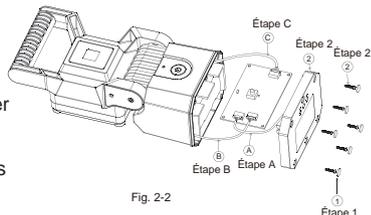
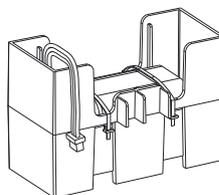

Fig. 2-2
Fig. 2-3
- Retirez les six patins en caoutchouc du couvercle du boîtier. (Reportez-vous à la fig. 2-2, étape 1)
- Retirez six vis et ensuite le couvercle du boîtier. (Reportez-vous à la fig. 2-2, étape 2)
- Débranchez la connexion de la batterie (reportez-vous à la fig. 2-2, étape B) et enlevez complètement la batterie(fig. 2-3).